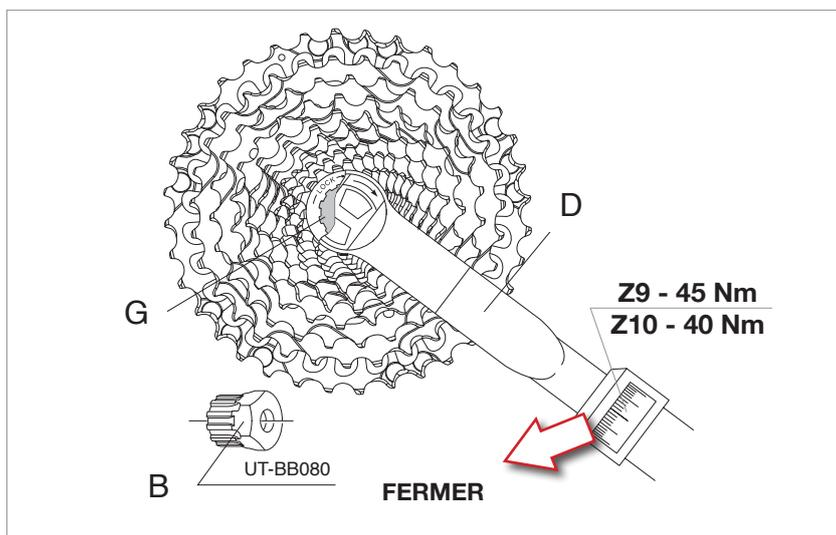

Fig.4
- En utilisant une clé dynamométrique (D - Fig. 4) et l'outil Campagnolo® UT-BB080 (B - Fig. 4), serrer la bague (G - Fig. 4) sur le corps de roue libre à **45 Nm (398 in.lbs)** pour les cassettes de pignons avec départ Z9 (sauf indication contraire sur la bague) ou à **40 Nm (354 in.lbs)** pour les cassettes de pignons avec départ Z10 (sauf indication contraire sur la bague).